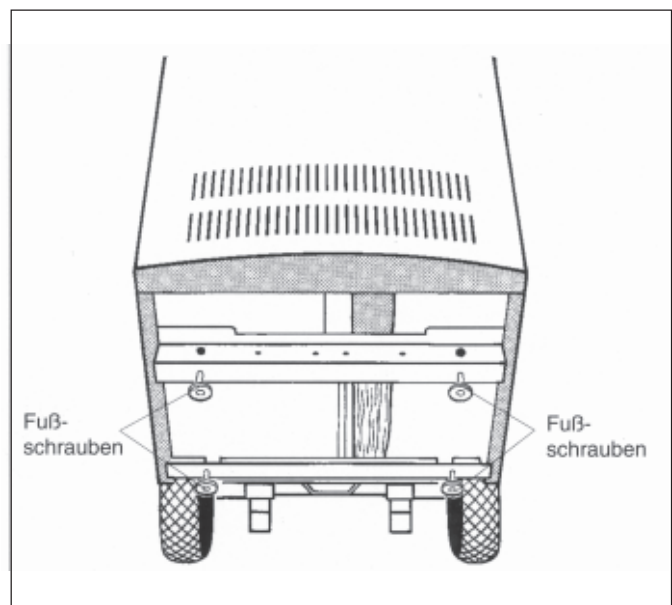

Abb. 4: Kesselunterseite
- Die vier **Fußschrauben** bis auf ca. 5-10 mm in die Gewinde in den Bodenschienen von unten eindrehen (Abb. 4)